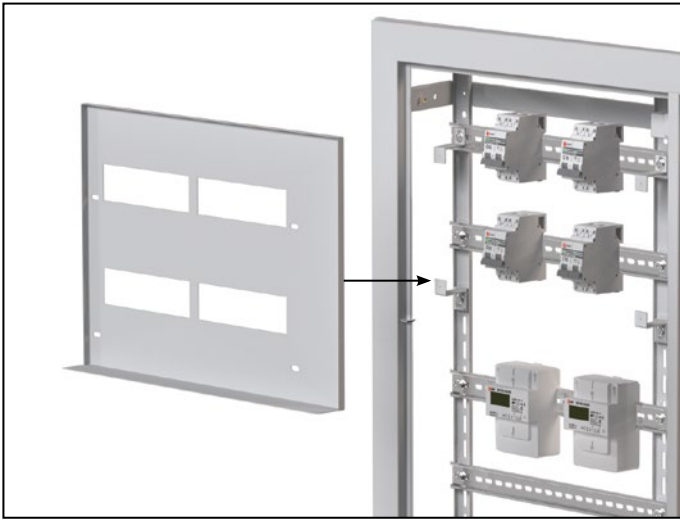

Рис. 28
- 4.3. Установить фальшпанель на кронштейны с помощью саморезов (рис. 28).